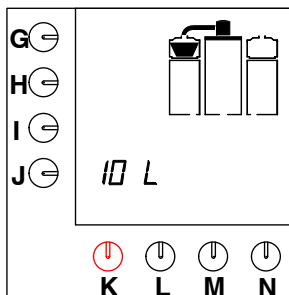

Fig. 7 Droptid
- Så snart kaffebehållaren har fyllts, blinkar filterkorgen på displayen för droptiden (fig. 7).